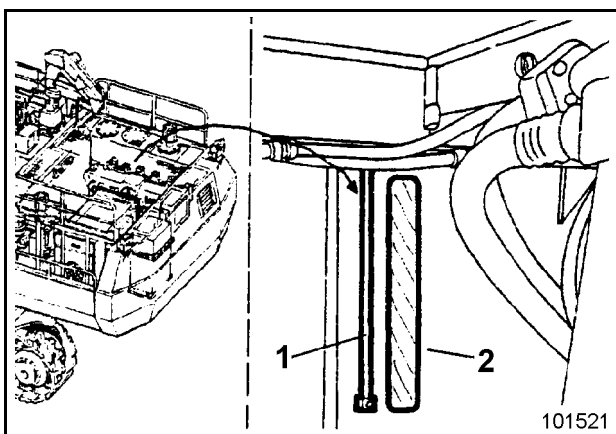

Fig. 3-59:
- ➔ Schnellverschluß des Einfüllschlauches vom Service-Fahrzeug anschließen. Hydrauliköl solange nachfüllen, bis der Ölstand zwischen $\frac{1}{2}$ und $\frac{3}{4}$ des Schauglases (1, Fig. 3-59:) liegt (Ölqualität siehe "Füllmengen-Öl").